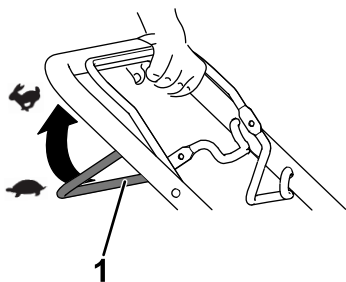

Рисунок 13
- Для включения самоходного привода: прижмите штангу управления самоходным приводом к рукоятке и удерживайте ее в нажатом положении (Рисунок 13).